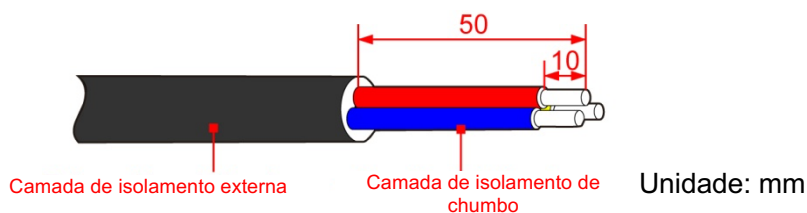

Figura3-23 Desencape o fio de saída de CA
- Etapa 1 Remova a camada de isolamento externa do cabo CA por cerca de 50 mm, remova a camada de isolamento dos fios internos por cerca de 10 mm, conforme mostrado na Figura3-23.